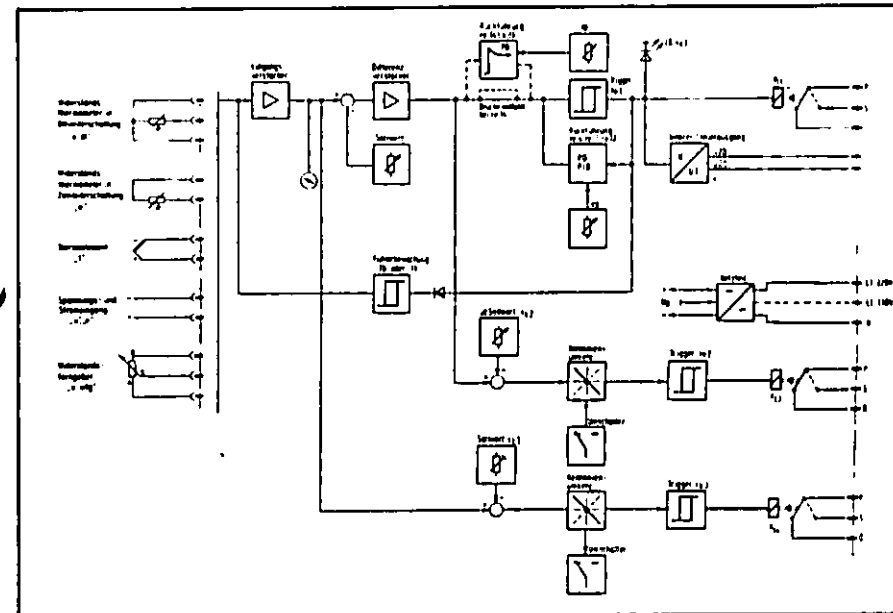
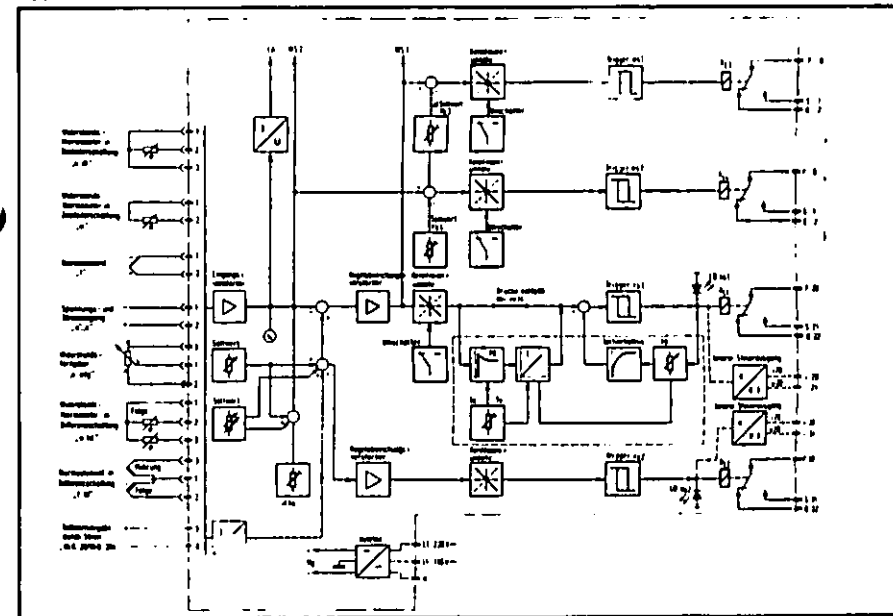

Abb. 4
Abb. 5
1.4 Blockschaltbild (Abb. 4 und Abb. 5)